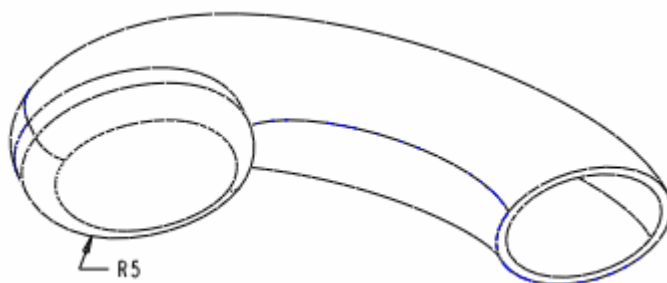

图 61-15
- (1) 单击特征工具栏中的 , 打开圆角特征操控板。
- (2) 选中椭圆柱端面边线, 建立半径为 5 的圆角, 如图 61-15 所示。